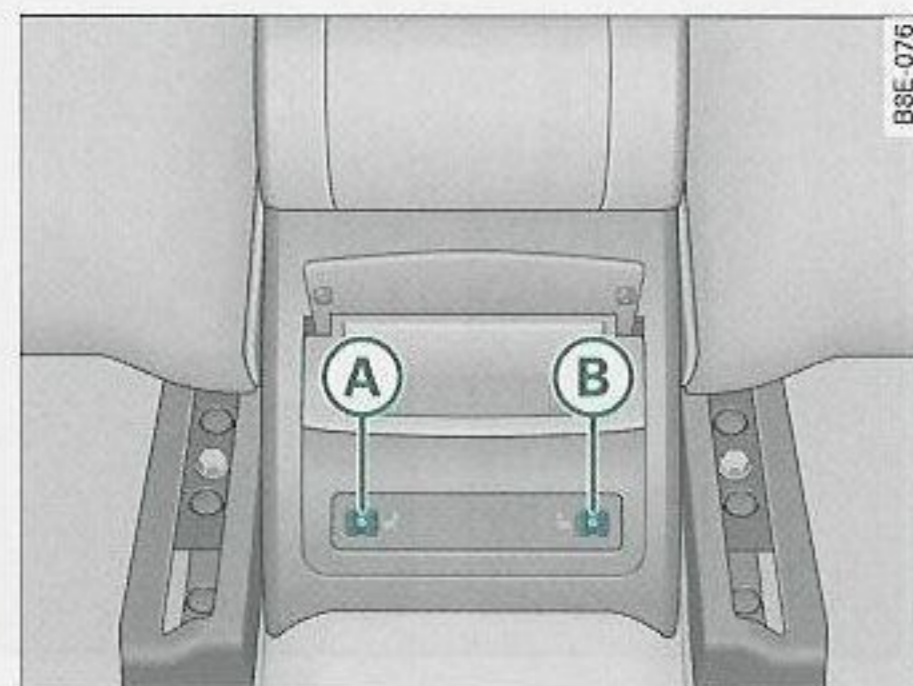

Fig. 141 Consola central trasera: Ruedecillas moleteadas para la calefacción del asiento
- Gire la ruedecilla moleteada (A) o bien (B) ⇒ fig. 141 para activar la calefacción de las plazas laterales izquierda y derecha del asiento trasero y para regular el nivel de calefacción.